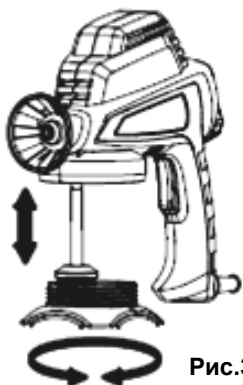

Рис.3
3. Присоедините емкость с жидкостью к пистолету (Рис.3).